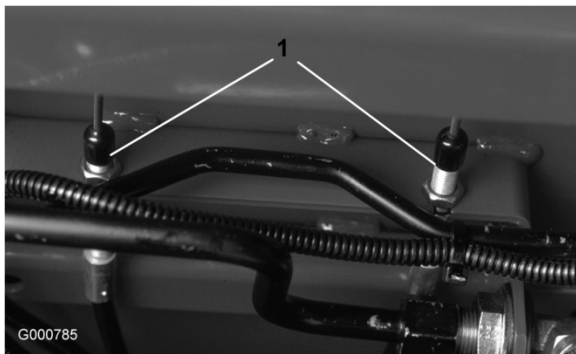

Figura 62
2. Para reducir la holgura de los pedales de freno, apriete los frenos aflojando la tuerca delantera del extremo roscado del cable de freno (Figura 62). Luego apriete la tuerca trasera para mover el cable hacia atrás hasta que los pedales de freno tengan una holgura de 1,25-2,5 cm (0,5-1 pulg.). Apriete las tuercas delanteras una vez que los frenos estén ajustados correctamente.